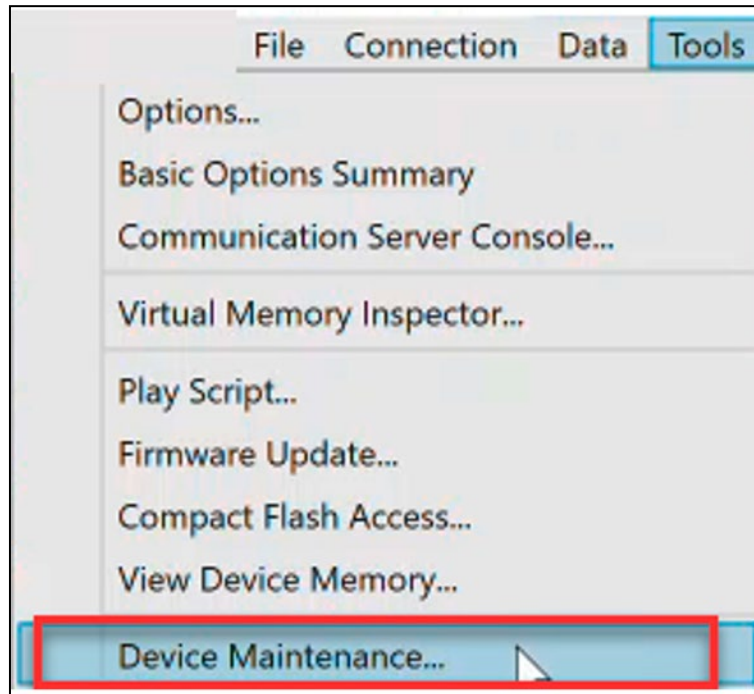

Figura 129. El botón Herramientas>Mantenimiento del Dispositivo.
- PASO 2.** Pulse el botón **Tools>Device Maintenance (Herramientas>Mantenimiento del Dispositivo)**. Ver Figura 129.